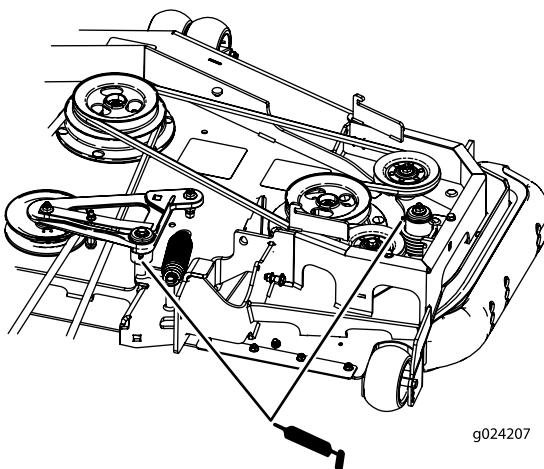

Figura 48
5. Lubrifique os braços intermédios da correia de transmissão (apenas máquinas com descarga traseira) conforme se mostra na Figura 48.